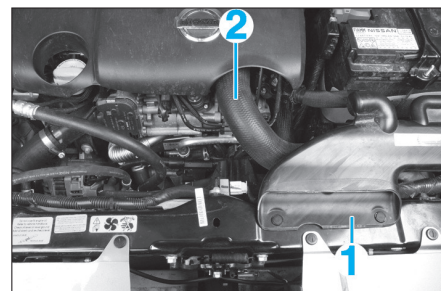

Fig. 5
- la buse d'entrée d'air (1) (Fig.5),
- la durit d'admission d'air (2),